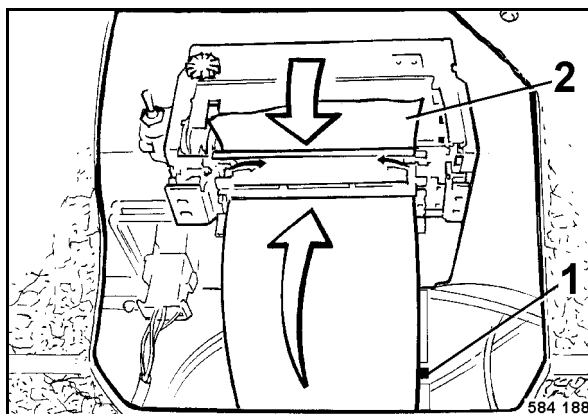

Fig. 100
- Sacar el eje 1 (Fig. 100) con el resto del rollo de papel (2).